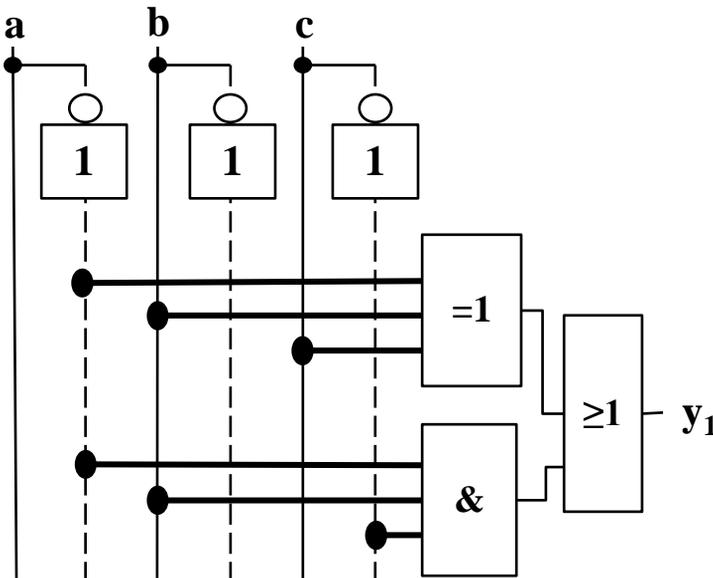

Bild 3.1: Schaltung
a) Vervollständigen Sie die Wahrheitstabelle (Tab. 3.1) für die gegebene Schaltung (Bild 3.1).
Tab. 3.1: Wahrheitstabelle zu Bild 3.1